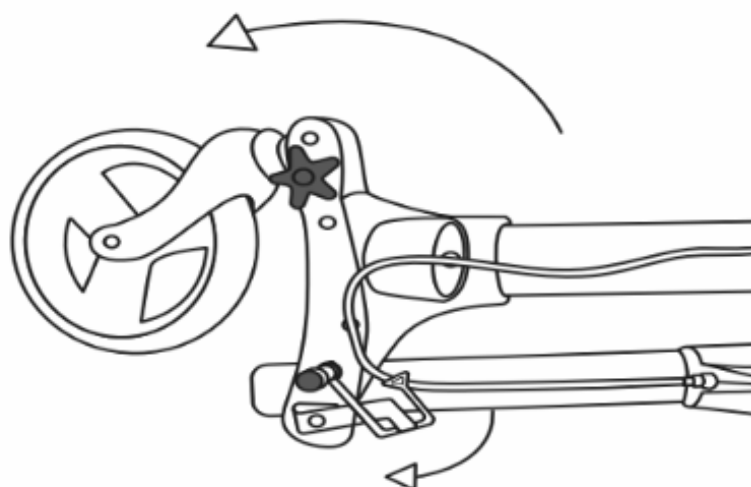

FIGURA 2
PASO 2: Despliegue las ruedas delanteras y fíjelas en su sitio con las palometas de ajuste en forma de estrella, tal como se muestra en la figura 2. Asegúrese de que la palometa se enrosca a través del orificio en la pata y en la tuerca del bastidor.